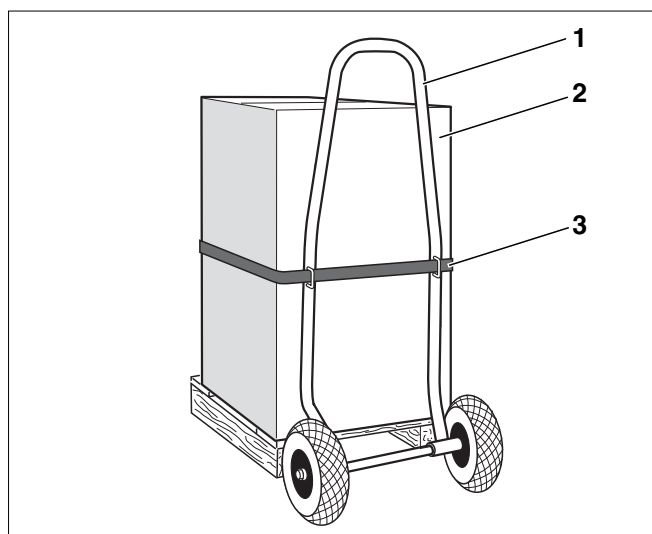

Fig. 3 Transport du préparateur d'ECS avec le chariot spécial Buderus
- Placer le chariot spécial Buderus (fig. 3, **pos. 1**) contre la partie arrière du préparateur dans son emballage (fig. 3, **pos. 2**).
- Sécuriser le préparateur avec une sangle (fig. 3, **pos. 3**) sur le chariot spécial Buderus.